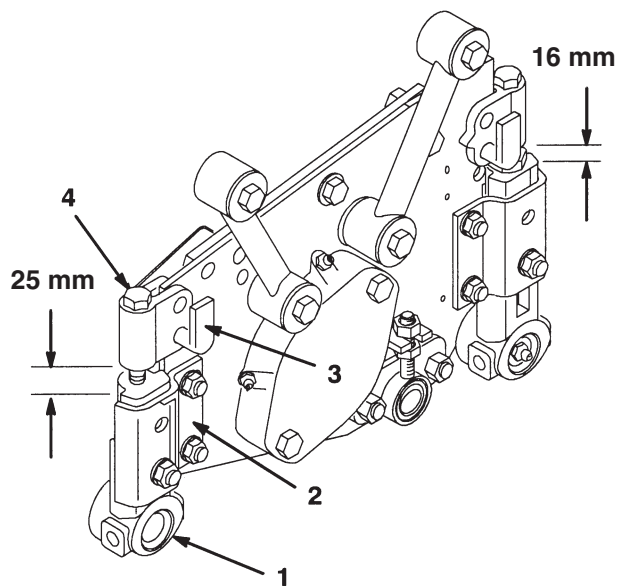

Bild 6
2. Stellen Sie die Stütz-Innensechskantschraube so ein, dass sich zwischen der Schnitthöhenstütze und dem Bügel der vorderen Walze (an zwei Stellen) (Bild 6) ein Abstand von $25\text{ mm} \pm 1,5\text{ mm}$ ergibt.
3. Stellen Sie die Stütz-Innensechskantschraube so ein, dass sich zwischen der Schnitthöhenstütze und dem Bügel der hinteren Walze (an zwei Stellen) (Bild 6) ein Abstand von $16\text{ mm} \pm 1,5\text{ mm}$ ergibt.